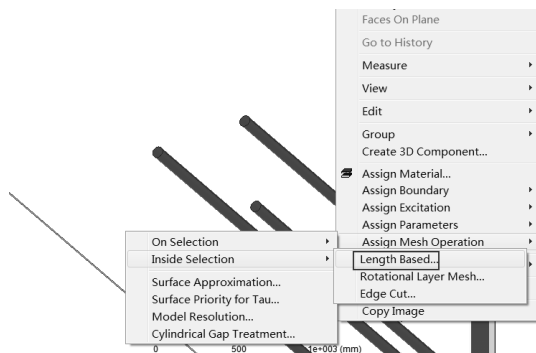

图 19-18 网格设置命令
Step1 : 剖分网格并调整网格大小。这里采用自行设置网格大小剖分网格，选中四根导线，右击后在弹出的快捷菜单中选择如图 19-18 所示的 Assign Mesh Operation Inside Selection Length Based 命令，此时会弹出 Element Length Based Refinement 对话框。